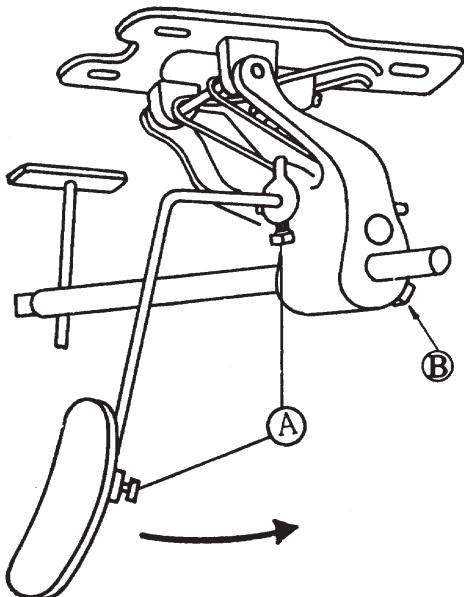
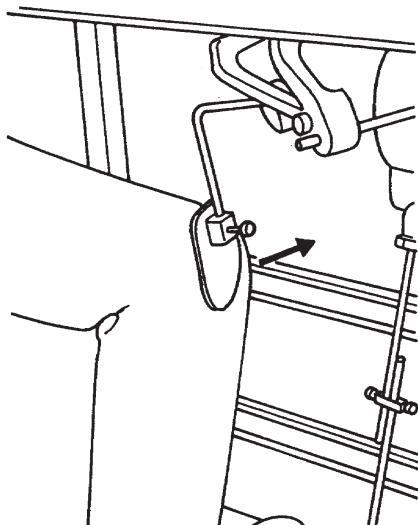

図 22 ヒザ上げの動き
図 23
この刺しゅうミシンの振り幅は、図 22 のヒザ上げによってかえます。坐った位置でヒザ上げが右ヒザの先に具合よくあたるかどうかをたしかめて下さい(図 23 参照)。
もし、うまく当たらない場合には、ネジ④(図 22)をゆるめて加減して下さい。